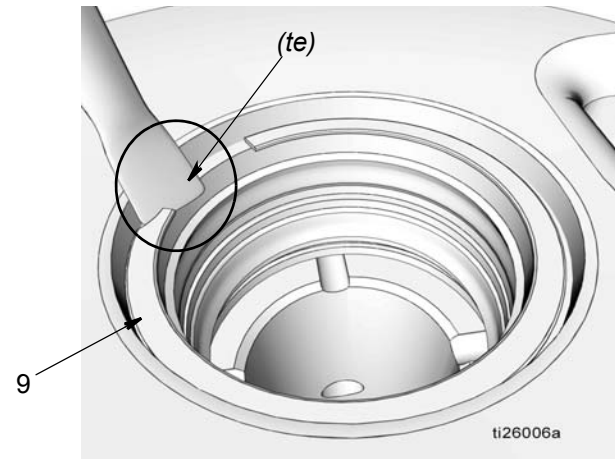
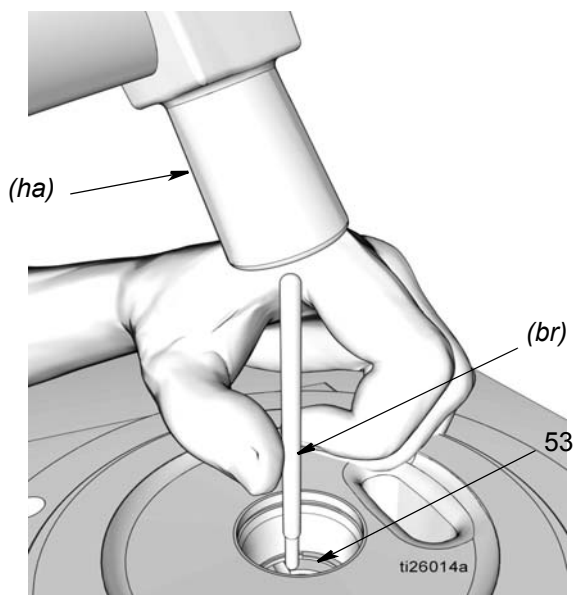

FIG. 26
FIG. 27
- a. Deslice la hoja de un pequeño destornillador plano por debajo del borde cónico (*te*) del anillo de retención (9) y extraiga el anillo como se observa en FIG. 26.
- b. Extraiga el espaciador cónico (10), la junta (11) y el espaciador (12).
- c. Deslice la hoja de un pequeño destornillador plano por debajo del borde cónico (*fe*) del anillo de retención (51) para desmontar el anillo como se observa en FIG. 26 y extraiga el anillo de retención.
- d. Retire el espaciador (12), la junta (11) y el otro espaciador (12).
- NO SAQUE EL ÚLTIMO ANILLO DE RETENCIÓN (51).**
- Utilice una varilla de latón blanda (*br*) y un martillo y golpee suavemente el manguito del elemento de la bomba (53) hasta extraerlo de la base de la bomba (1) (FIG. 27).